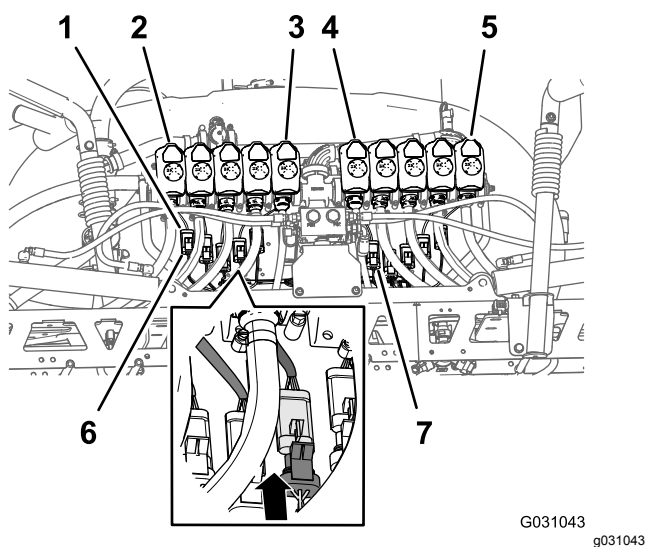

Figure 133
1. Acheminez les connecteurs à 3 douilles de la branche de 203 cm du faisceau identifiés par les mentions **Nozzle Valve 1** (vanne de buse 1) à **Nozzle Valve 5** (vanne de buse 5) à l'arrière du support des 10 vannes et sous les vannes 1 à 5 (Figure 133).
2. Acheminez les connecteurs à 3 douilles de la branche de 203 cm du faisceau identifiés par les mentions **Nozzle Valve 6** (vanne de buse 6) à **Nozzle Valve 10** (vanne de buse 10) à l'arrière du support des 10 vannes et sous les vannes 1 à 5 (Figure 133).
connecteur à 3 broches du faisceau de la vanne de buse 1 (Figure 133).
4. Répétez l'opération 3 pour les positions de vanne de buse 2 à 10 (Figure 133).